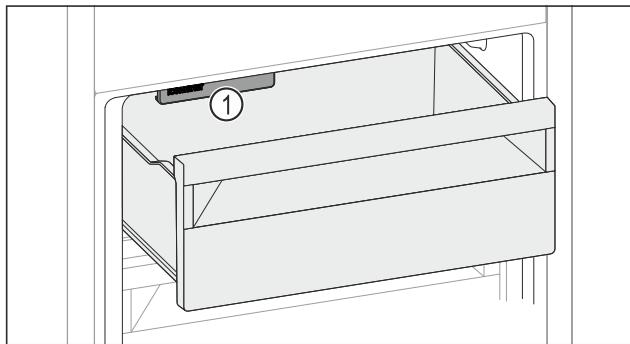

Fig. 170
- IceMaker Fig. 170 (1) berücksichtigen.